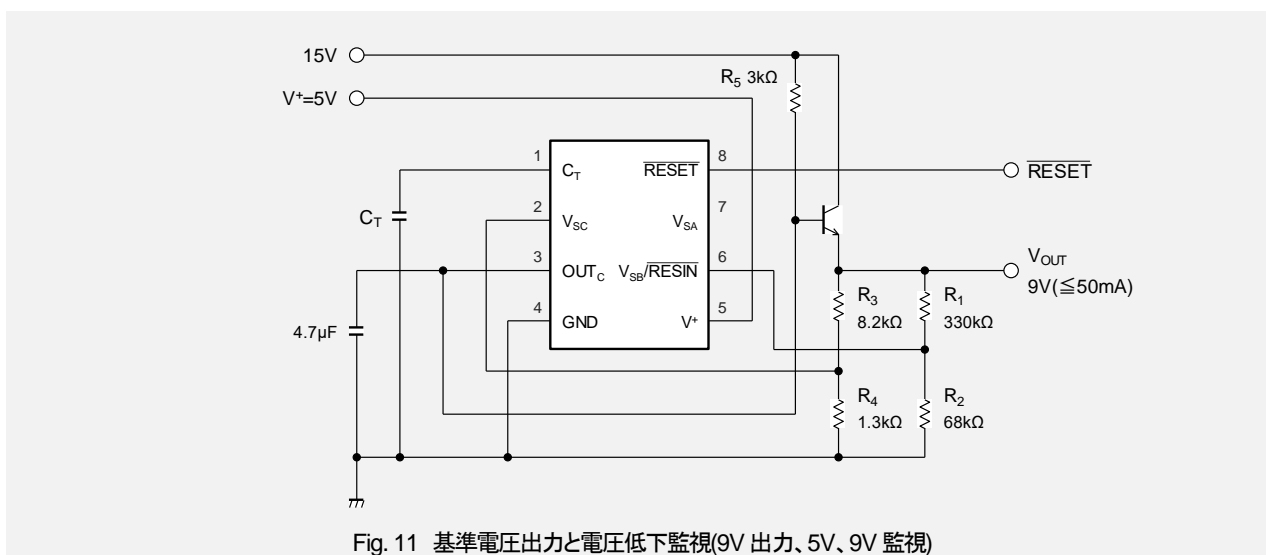

Fig. 11 基準電圧出力と電圧低下監視(9V 出力、5V、9V 監視)
- 基準電圧 V_{OUT} 及び基準電圧に対する検出電圧は次式より求められます。Fig. 11 の抵抗値の場合、基準電圧は約 9.0V、検出電圧(V_{OUT} 立下がり)は約 7.1V、検出電圧(V_{OUT} 立上がり)は約 7.3V です。